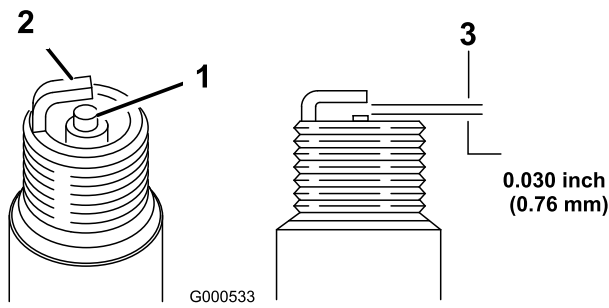

Figura 26
- Ajuste la distancia entre los electrodos a 0,76 mm; consulte Figura 26.